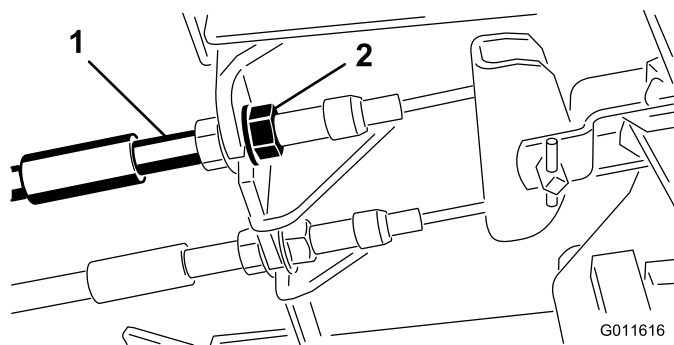

Figura 61
1. Para reducir la holgura de los pedales de freno, apriete los frenos aflojando la tuerca delantera del extremo roscado del cable de freno (Figura 61).